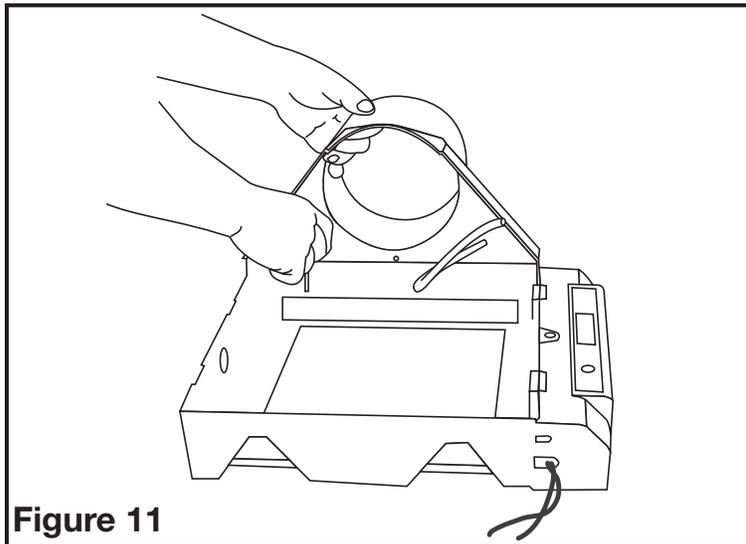

Figure 11
6. Retirez les deux vis no 6 qui retiennent le côté de l'humidificateur en place (un tournevis à manche court vous donnera un meilleur accès aux vis) (**Figure 11**).